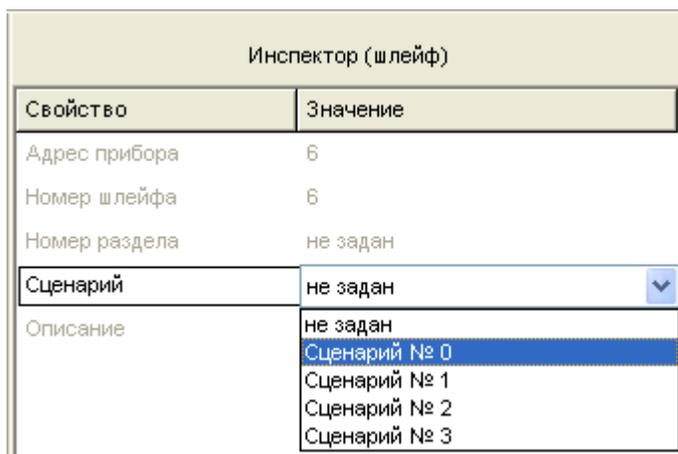

Рисунок 57 – Выбор сценария в Инспекторе
- Дважды кликнуть левой клавишей мыши на поле «Сценарий» в окне «Инспектор» и в открывшемся списке выбрать нужный сценарий (см. рис. 57).
Чтобы отредактировать привязку сценария к шлейфу, выделите его в нижнем окне приборов, и в поле «Сценарий» в окне «Инспектор» задайте требуемое значение параметра (см. рис. 57).
Чтобы удалить привязку сценария к какому-либо шлейфу, выделите эту привязку в окне приборов, перейдите в окно «Инспектор» и укажите в поле «Сценарий» значение «Не задан» (см. рис. 57).